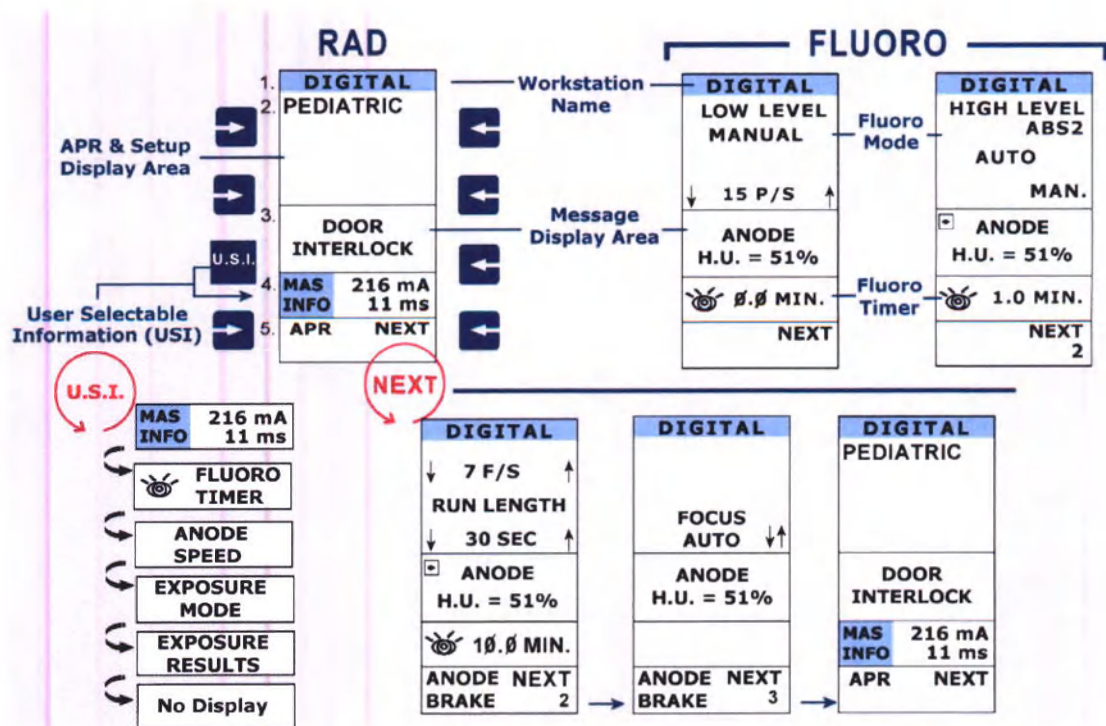

Рисунок 1.8 – Графический экран
Графический экран, расположенный в правой части пульта, обеспечивает оператора необходимой информацией и выбором, соответствующим текущей или запланированной задаче. Экран разделен на пять (5) зон, в каждой из которых отображается особая информация по рентгенографии и скопии (рисунок 1.8). Некоторую информацию может выбирать пользователь.